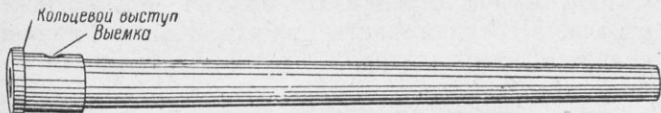

Рис. 2. Ствол
5. Ствол (рис. 2) служит для направления полёта пули. Внутри он имеет: